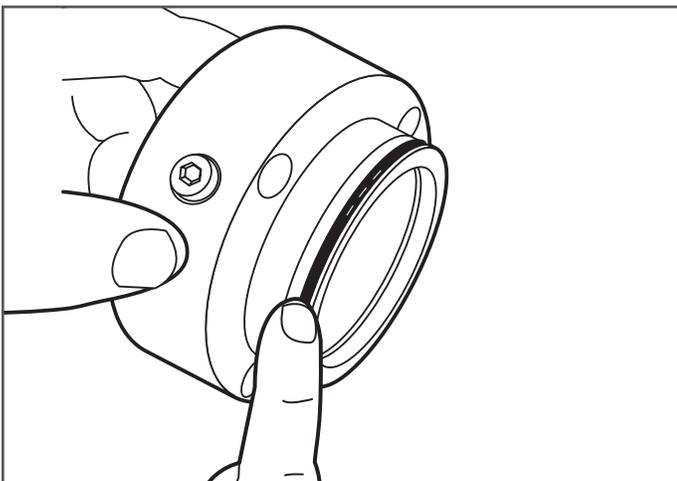

Figure 7-13
14. Veillez à ce que le joint torique extérieur ne soit ni endommagé, ni déchiré (Figure 7-13).